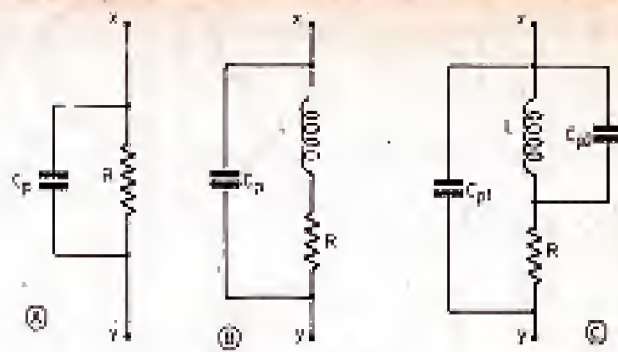

Fig. 2
A la figure 2 on donne plusieurs schémas de dipôles utilisables en technique VF. En (A) le montage à résistance et capacité. En (B) le montage à